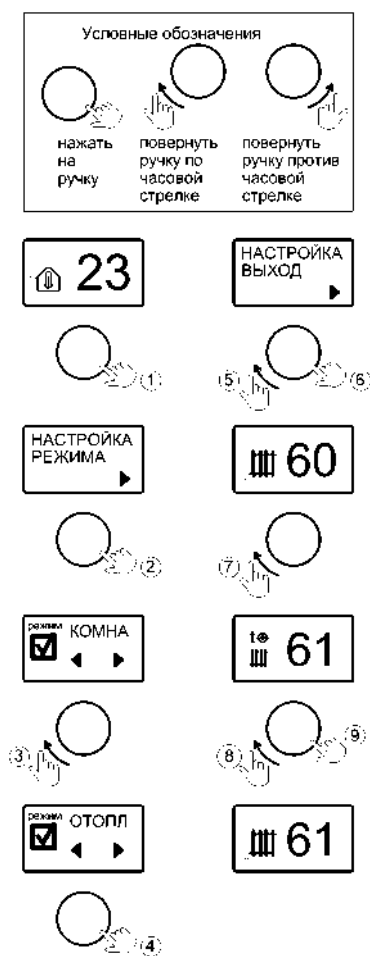
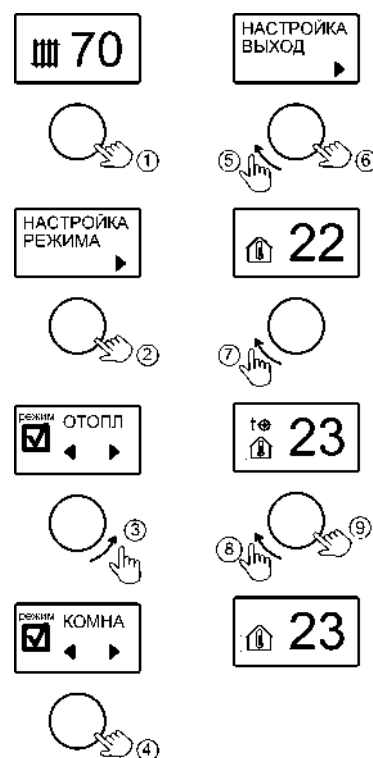
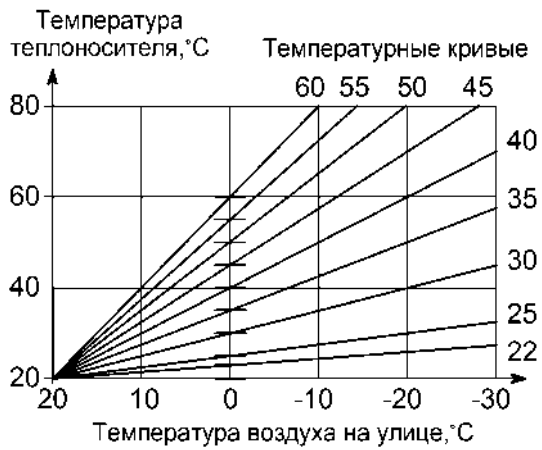
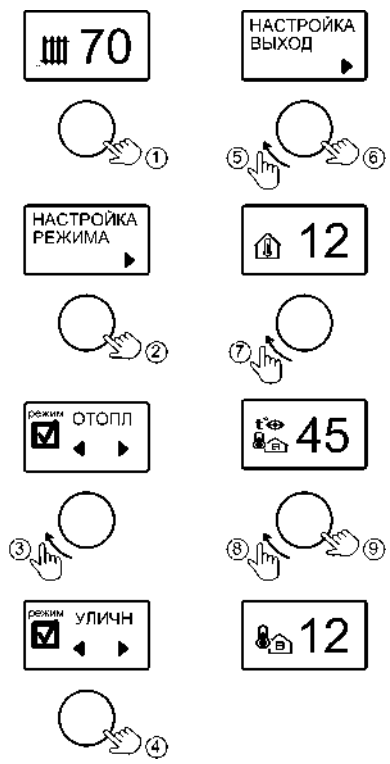

Рисунок 4. Выбор и настройка температуры режима «ОТОПЛЕНИЕ»
Рисунок 5. Выбор и настройка температуры режима «КОМНАТНЫЙ»
Рисунок 6. Зависимость температуры теплоносителя от температуры воздуха на улице
Рисунок 7. Выбор и настройка температуры режима «УЛИЧНЫЙ»
9.1 «ОТОПЛЕНИЕ» – режим поддержания температуры тепло-носителя. Датчики температуры воздуха в алгоритме не участвуют. Заводская настройка температуры теплоносителя **70°C**. Активация режима и настройка температуры показана на рис.4. Температуру можно задать в диапазоне от +8°C до +85°C.
9.2 «КОМНАТНЫЙ» – режим поддержания комфортной температуры воздуха в помещении. Датчик температуры воздуха устанавливается внутри помещения. Заводская настройка 23°C. Активация режима и настройка температуры показана на рис.5.
9.3 «УЛИЧНЫЙ» – режим поддержания температуры теплоносителя в зависимости от температуры воздуха на улице по одной из погодозависимых кривых (см. рис. 6). Датчик температуры воздуха устанавливается на улице.
Заводская настройка - 40. Это означает, что при 0°C на улице, температура теплоносителя будет +40°C. При понижении температуры на улице до -10°C, температура теплоносителя увеличится и составит около +50°C. Для изменения заводской настройки нужно в соответствии с рис. 6 выбрать ту кривую, при которой в помещении станет комфортно. Если в помещении холодно - следует выбрать кривую с большим номиналом, если жарко - с меньшим. Чем больше величина теплотеря здания, тем выше номер кривой. Активация режима и изменения значения кривой ПЗУ показано на рис. 7.
10.1 Во вкладке «РЕЖИМ РАБОТЫ», выбирается основной режим работы котла («ОТОПЛЕНИЕ», «КОМНАТНЫЙ», «УЛИЧНЫЙ») - см. рис. 4, рис.5, рис.6.
Подключение должен выполнять квалифицированный специалист. При выборе роли «КОМНАТНЫЙ» и активации режима «КОМНАТНЫЙ» (см. рис.5) котел будет поддерживать заданное значение температуры воздуха в помещении. При выборе роли «УЛИЧНЫЙ» и активации режима «УЛИЧНЫЙ» (см. рис.6) котел будет поддерживать температуру теплоносителя в зависимости от температуры воздуха на улице. Чем ниже будет температура воздуха на улице, тем будет выше температура теплоносителя.